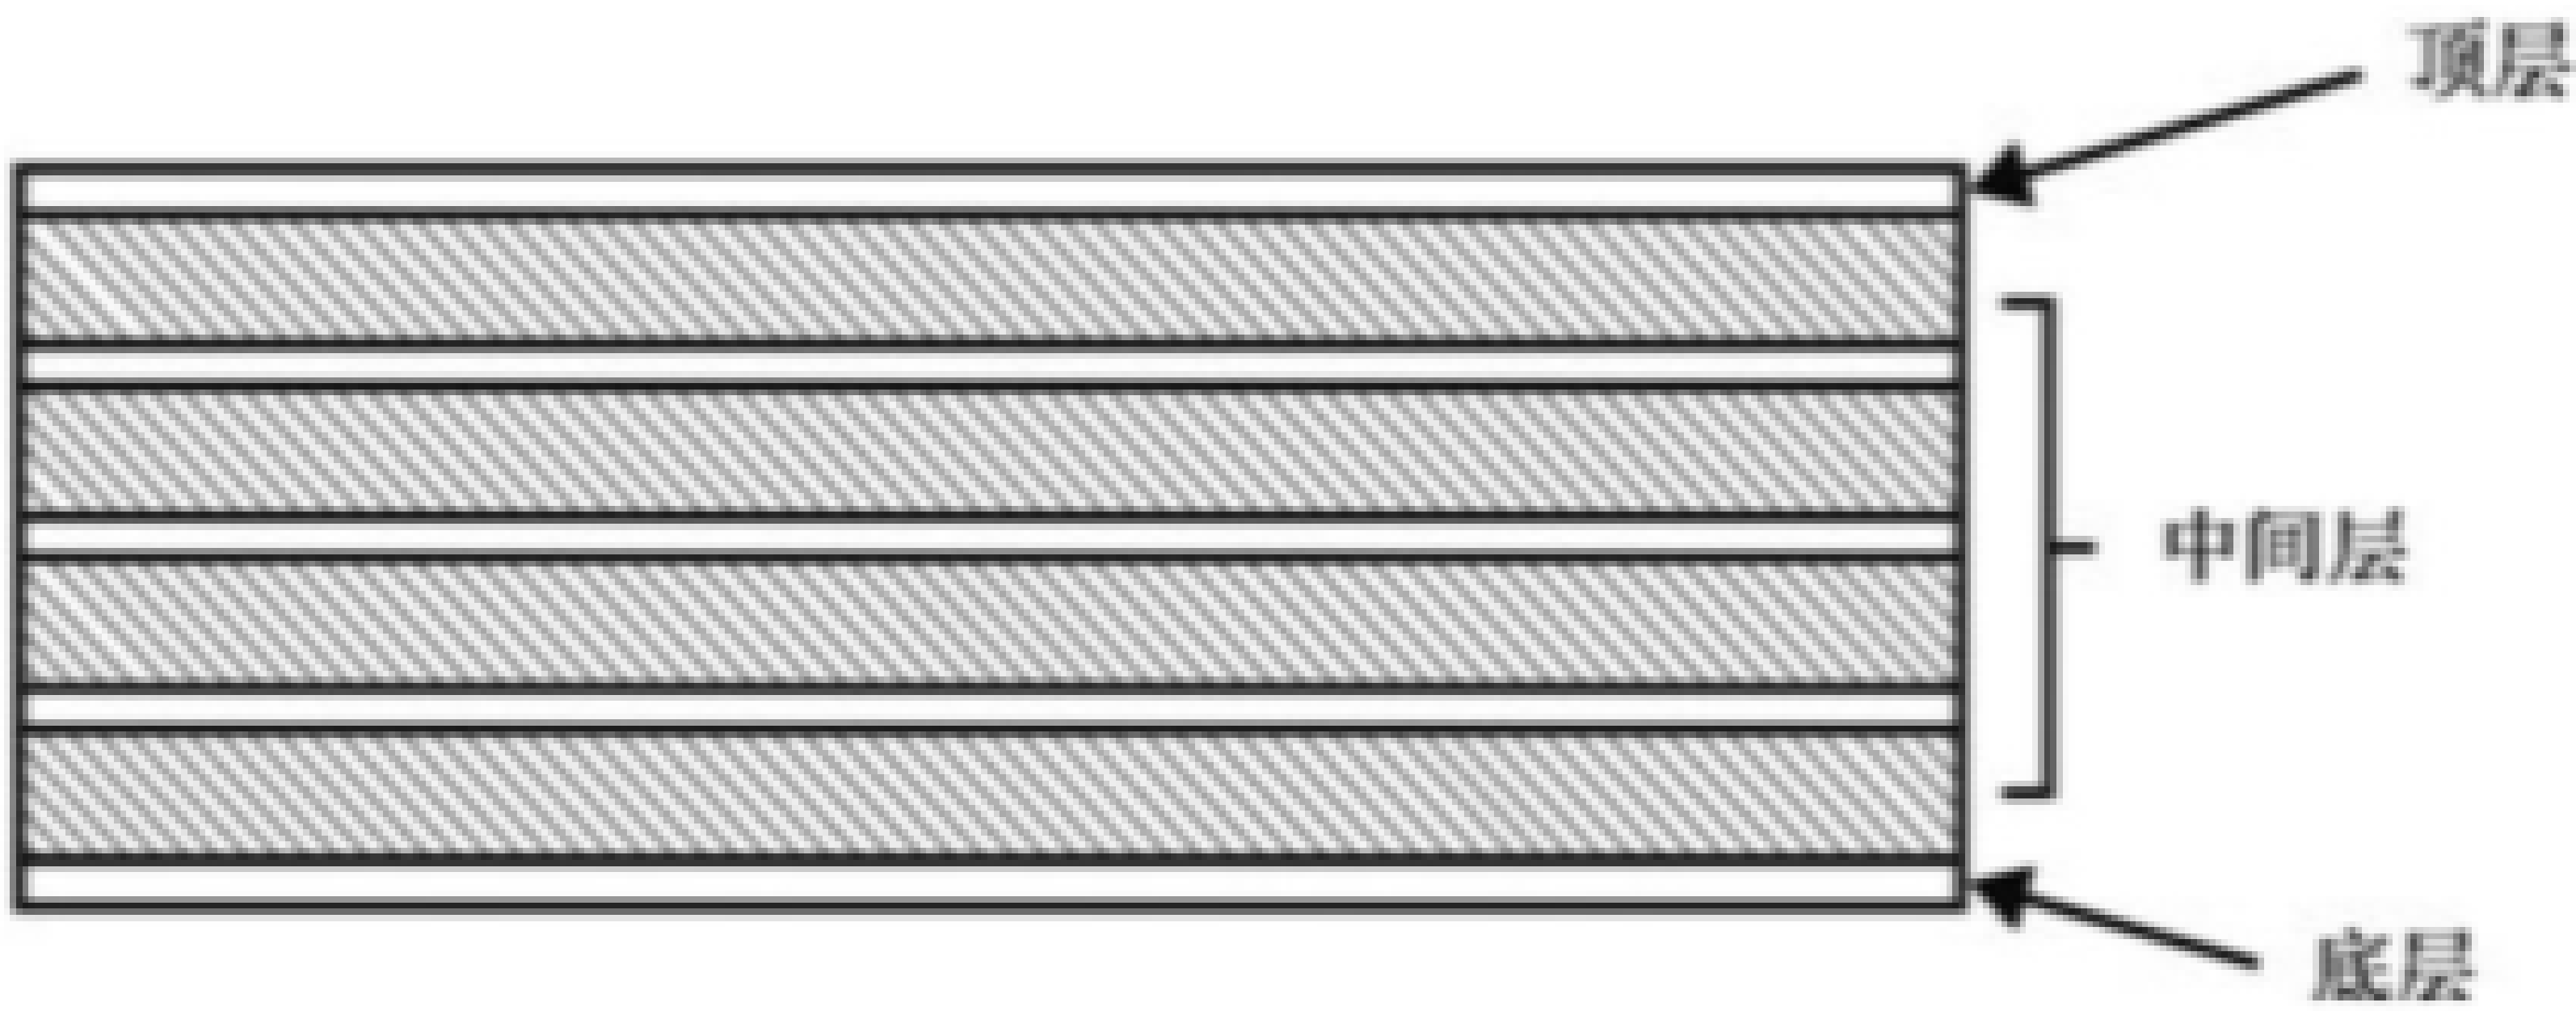

图 43 填充区域放置在安装层的说明图示
- d) mount:此属性指定放置填充区域的层。基板布线不应穿过指定层提供的填充区域内部。该属性的关键字为以下内容之一(参见图 43),mount 属性或 ref\_layer 属性应都存在: